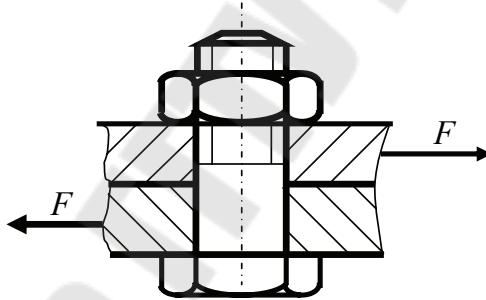

Рис. 21
а) болт поставлен без зазора (рис. 21)  $d \geq \sqrt{\frac{4F}{\pi[\tau_{cp}]}}$ ;
3. На болт, установленный без зазора, действует сила  $F = 50$  кН, направленная перпендикулярно оси болта (рис. 21). Определить требуемый диаметр болта, если допускаемое напряжение на срез  $[\tau_{cp}] = 50$  МПа.